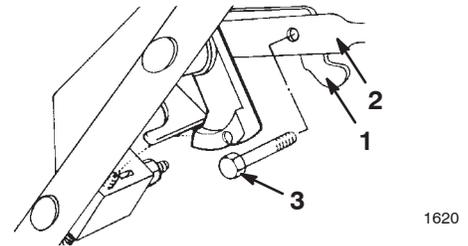

**Figura 4**
6. Fije los cables a la parte inferior del tubo de la izquierda con un sujetacables (Fig. 4). Coloque el sujetacables a 25 mm de la curva del manillar, según muestra la Figura 4.